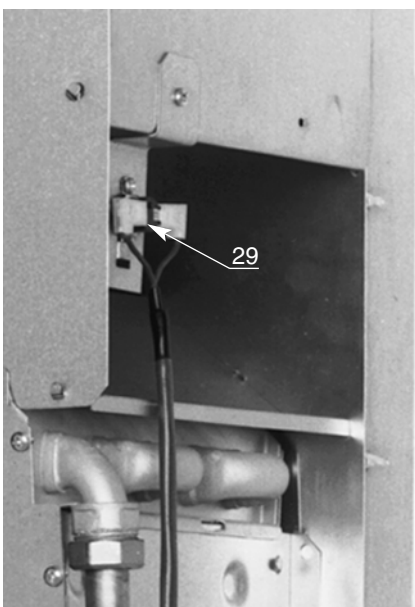

Fig. 20
Cette chaudière, de type B11BS, est équipée d'une sonde (29) (fig. 20), placée dans le coupe-tirage antirefouleur, qui interrompt l'alimentation électrique, entraînant l'interruption de l'arrivée du gaz au brûleur en cas de perturbations de l'évacuation des produits de la combustion. La chaudière est en position de veille. Après environ 15 minutes (refroidissement de la sonde) la chaudière se remet automatiquement en marche.